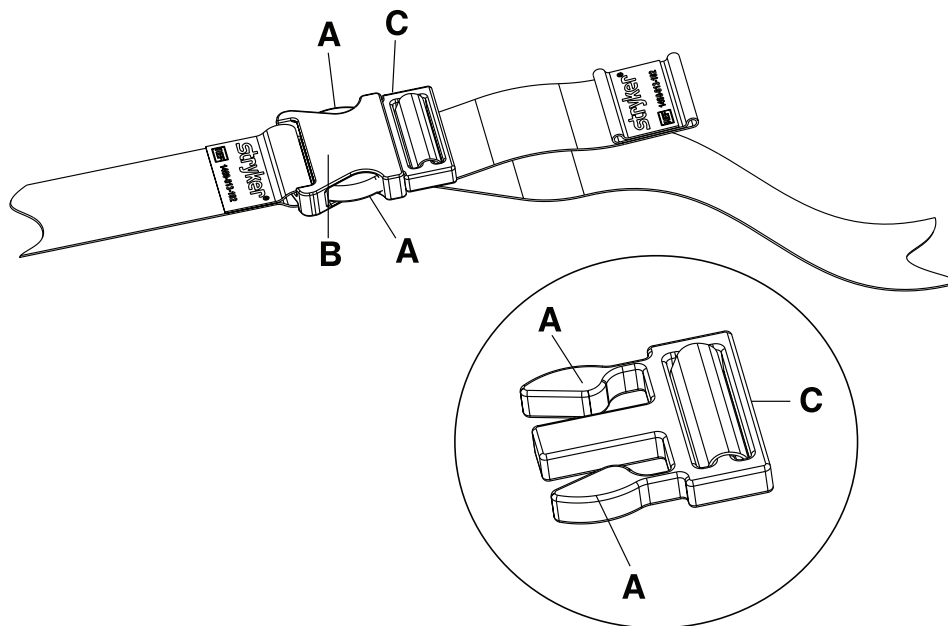

Figur 9-15: Infusionsstativ
1. Dra i infusionsstativet (tillval) (A) för att kontrollera att det sitter säkert (Figur 9-15 på sidan 9-27).